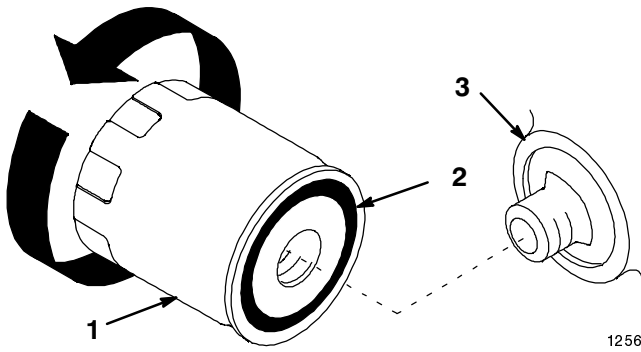

Figure 33
2. Déposer le filtre usagé et essuyer l'adaptateur du filtre et la surface du joint (Fig. 33).
3. Enduire d'une mince couche d'huile fraîche le joint de caoutchouc du filtre neuf (Fig. 33).
4. Monter le nouveau filtre à huile sur l'adaptateur. Visser le filtre dans le sens des aiguilles d'une montre jusqu'à ce que le joint de caoutchouc touche l'adaptateur, puis encore de 1/2 à 3/4 de tour (Fig. 33).